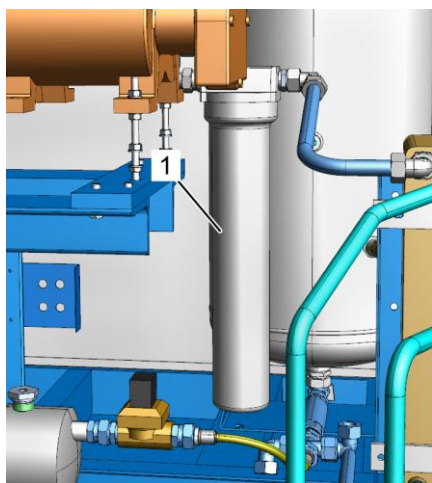

Рис. 67: Извлечение фильтра тонкой очистки
6. При помощи ленточного ключа отсоедините старый фильтр тонкой очистки (Рис. 67/1) и извлеките его.
10. От руки затяните новый фильтр тонкой очистки (Рис. 67/1).